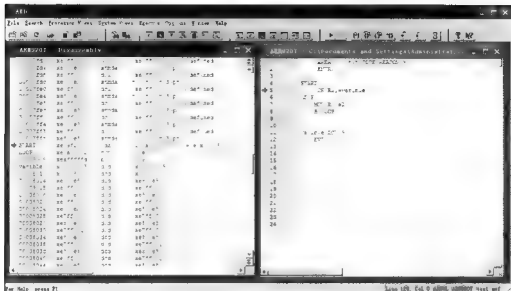

图 3-36 AXD 调试器主界面
此外，还可以用 AXD 调试器^①观察反汇编的情况。AXD 调试器主界面如图 3-36 所示。
由前面的分析可知，在 test.s 中定义了三个标号：位于指令前的标号有 START 和 LOOP（均顶格书写），位于数据定义伪操作 DCD 前的标号是 variable。这三个标号代表的是一个地址，在图 3-36 中，在左边汇编窗口中可以很容易地计算出 START 代表的地址是 0x00008000（0x00007ffc+4），LOOP 代表的地址是 0x00008004，variable 代表的地址是 0x8000000c。